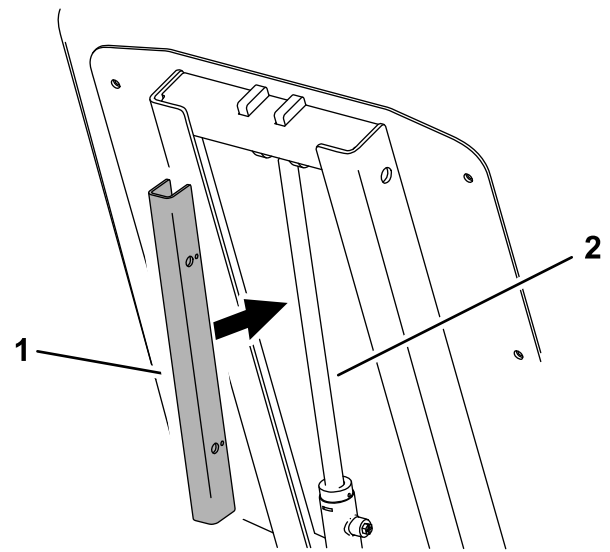

Figura 17
3. Deslice el bloqueo del cilindro sobre la barra del cilindro de elevación y fíjelo con los pasadores sin chaveta (Figura 17).